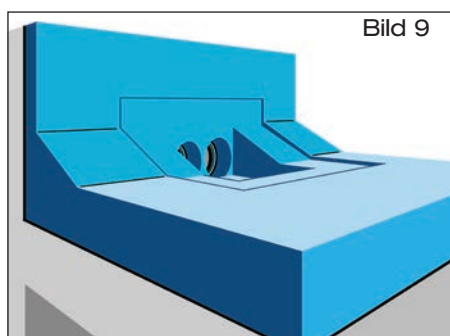

Bild 9
- 2.1 Wärmedämmplatten verlegen. Konturen des Dachablaufs in Wärmedämmung einarbeiten (Bild 9). Der Klebeflansch des Dachablaufs soll gemäß Flachdachrichtlinien oberflächenbündig in die Unterlage eingelassen werden.